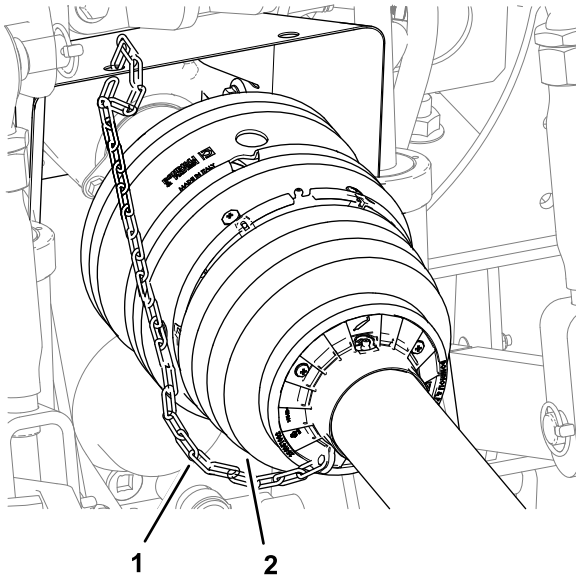

Figure 17
5. Vérifiez que la chaîne de retenue est installée entre la protection avant d'arbre de PDF et une partie fixe du véhicule tracteur (**Figure 17**).